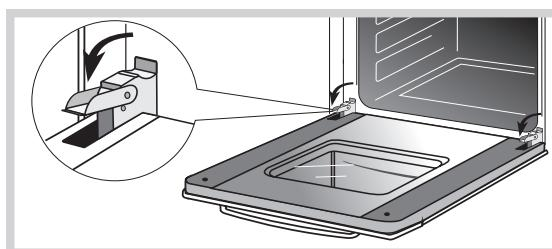

Рис.30
- поднимите и поверните до упора рычаги, расположенные на двух шарницах (рис. 30),